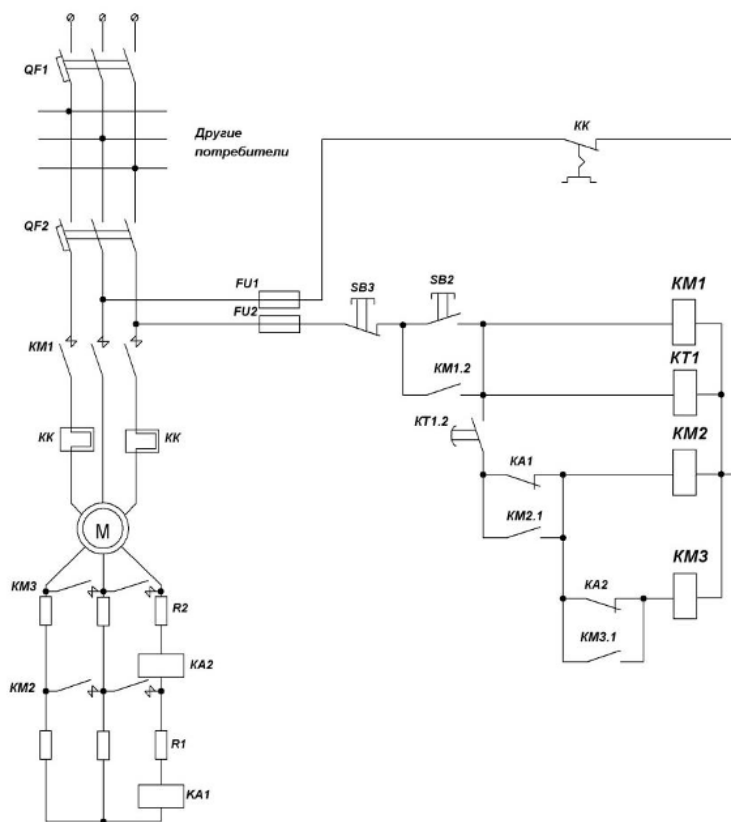

Рисунок 4 - Схема управления пуском асинхронного электродвигателя с фазным ротором с помощью различных элементов автоматики
20. Опишите работу асинхронного электродвигателя с фазным ротором (рисунок 4).
21. Опишите управление пуском асинхронного электродвигателя с фазным ротором (рисунок 4).
22. Опишите управления пуском двигателя постоянного тока параллельного возбуждения (рисунок 4).